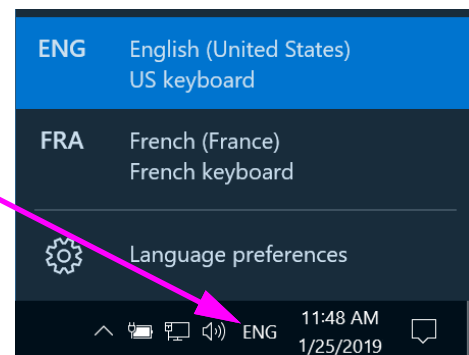

Abbildung C-21. Dropdown-Menü für die Sprache – Willkommensbildschirm (Windows 10)
2. Klicken Sie auf dieses Symbol und ein Menü, ähnlich wie in Abbildung C-21 oben dargestellt, erscheint.